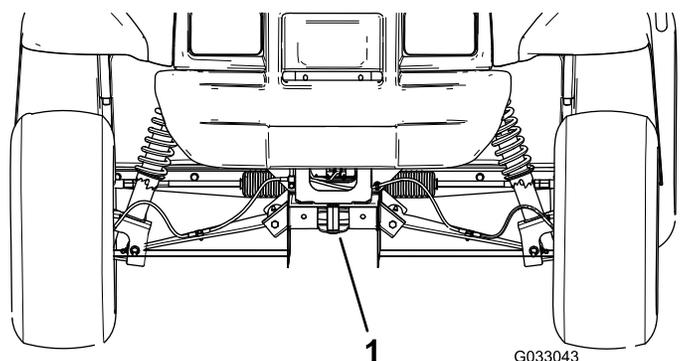

Рисунок 18
- Точка подъема в передней части автомобиля находится в передней части рамы позади сцепного устройства для буксировки (Рисунок 18).